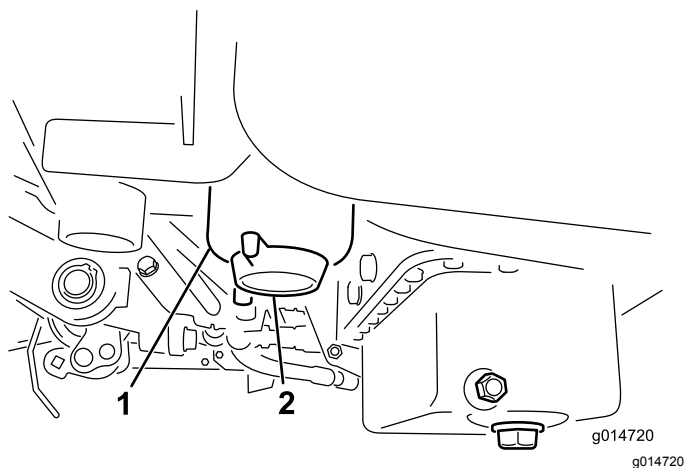

图30
3. 打开燃油滤清器上的排油塞、大约旋转一周、排干积水 **图30**。排干之后拧紧排油塞。